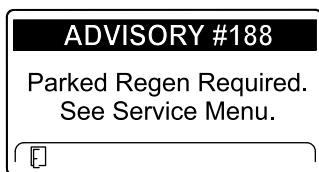

Рисунок 47
- Требуется стационарная регенерация информационное сообщение № 188 (Рисунок 47)